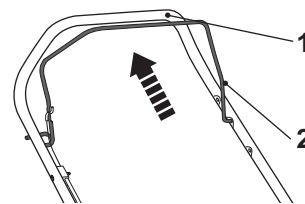

Fig. 17
- > Tirez la barre de frein [2] vers la poignée [1] et maintenez-la en position. (Fig. 17).